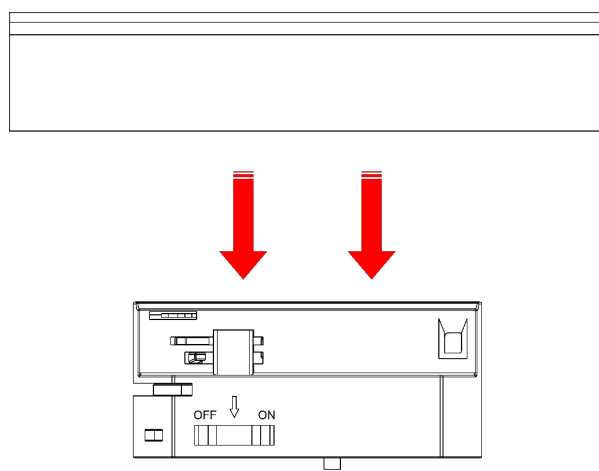

Fig. 13
- 05) Extraiga el **adaptador de carril (01)** del carril (véase la Fig. 13).